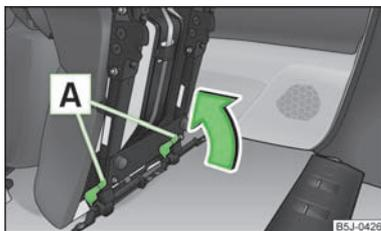

Fig. 40
- Bloccare il sedile ribaltato premendo i bloccaggi del sedile **A** » fig. 40 nella direzione indicata dalla freccia 1.
- Se il sedile è smontato, questo dovrà essere dapprima inserito sulla guida e quindi bloccato » fig. 40. Tirando verso l'alto assicurarsi che il sedile sia bloccato in maniera corretta.